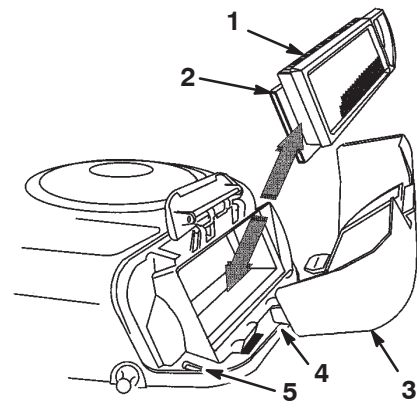

Bild 24
6. Schieben Sie den Papier- und den Schaumeinsatz vorsichtig vom Gebläsegehäuse herunter (Bild 24).
2. Fluchten Sie die Nasen des Luftfilterdeckels mit den Schlitzten im Gebläsegehäuse aus (Bild 24).